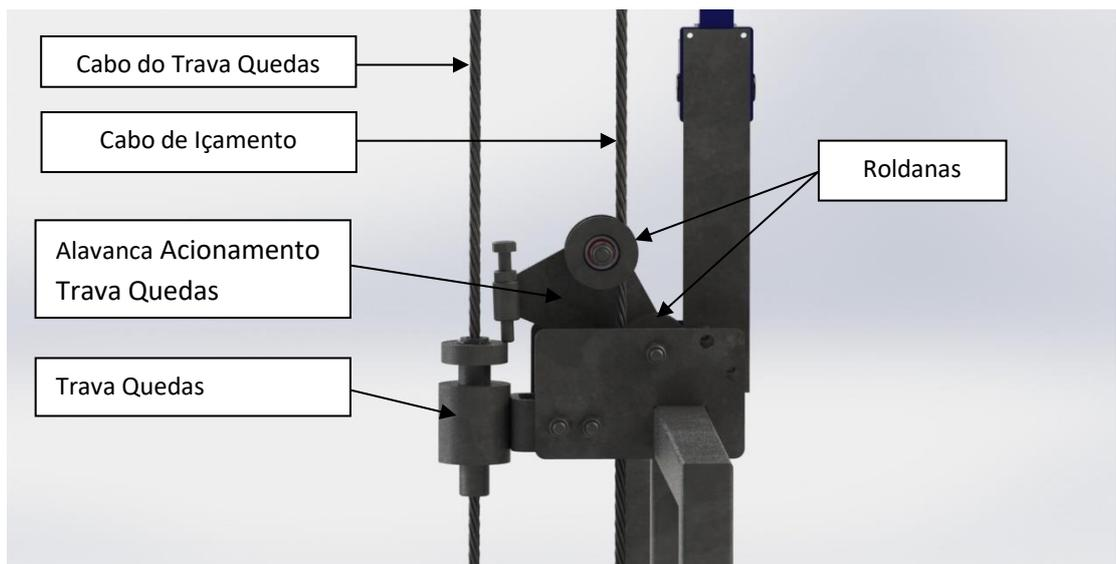

Figura 7
- I. Passe o Cabo de Içamento entre as duas roldanas da Alavanca de Acionamento do Trava-Queda (ver Figura 7);
- III. Com o Trava-Queda pressionado, passe o Cabo Trava-Queda no orifício do Trava-Queda (ver Figura 7). Procure deixar uma folga de cabo de aproximadamente 2 metros para instalação do Contrapeso.